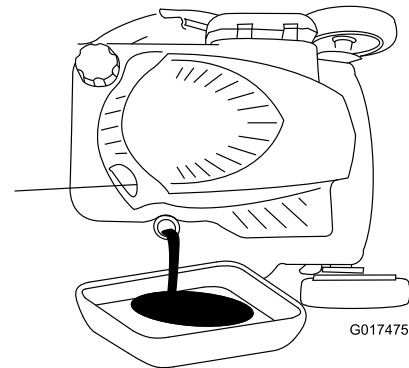

Figura 37
5. Coloque el cortacésped de lado con la varilla de aceite hacia abajo para drenar el aceite usado a través del tubo de llenado de aceite (Figura 37).